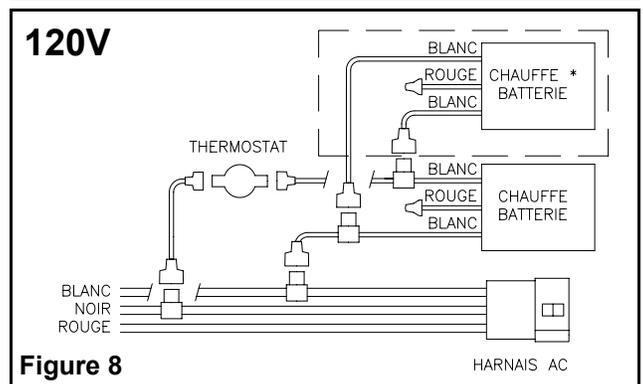
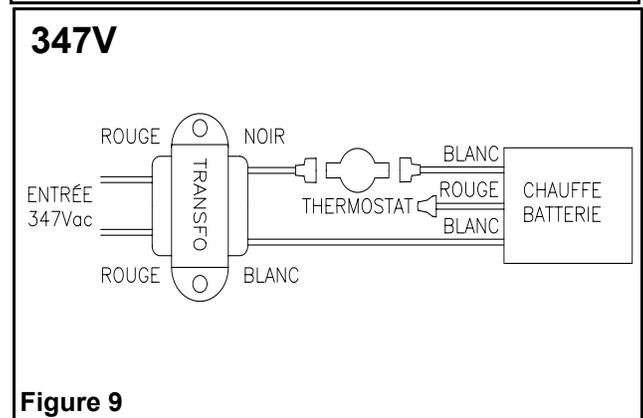

Figure 8
Figure 9
- Se référer à la figure 8 pour l'alimentation 120V C.A. et à la figure 9 pour l'alimentation 347V C.A. Utiliser les connecteurs spéciaux
Indicateurs externes : Alarme générale (service requis). La lampe témoin s'allumera si une condition d'alarme est détectée (voir figure 9),